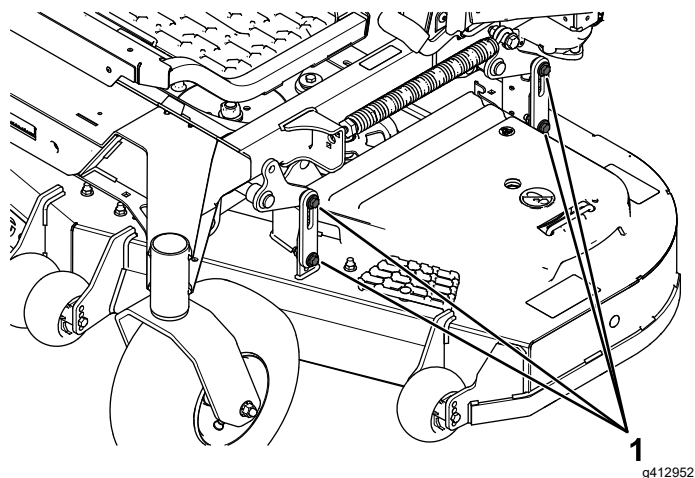

Figure 104
16. Desserrez les boulons (Figure 104) aux quatre coins de sorte que le tablier repose solidement sur les 4 cales.